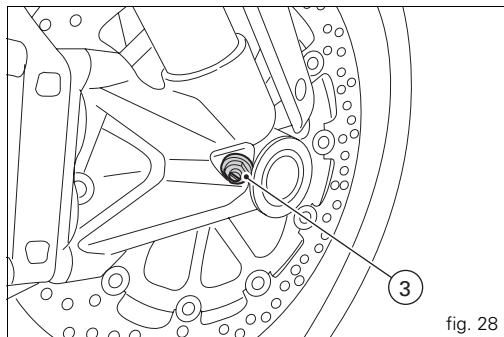

fig. 28
(fig. 27 et fig. 28)
- 3) (fig. 28) régler le frein hydraulique en compression.
À l'aide d'un petit tournevis, tourner la vis de réglage (1) située en haut de chaque tube de fourche, pour intervenir sur le frein hydraulique en détente. Pour agir sur le dispositif de réglage (3, fig. 28), introduire un tournevis dans le trou débouchant sur l'axe de roue au niveau de l'axe du tube de fourche.